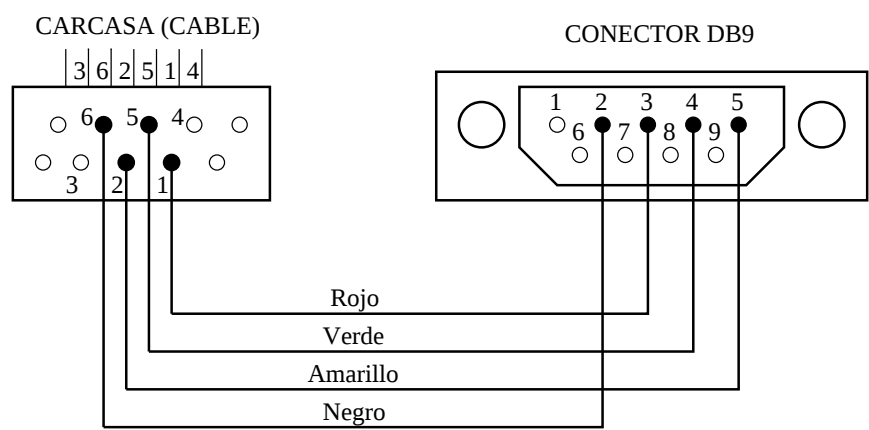

Figura B.10: Unión cable - PC.
El cable utilizado es de 4 hilos, por ellos viajarán las señales: TX, RX, GND y DTR. La señal DTR es la utilizada para realizar el reset software de la tarjeta CT6811. El conector DB9-TLF tiene por un lado un conector hembra DB9 y por el otro una hembra de teléfono de 4 vías. Estos conectores se venden desmontados y en su interior hay cuatro cables que tendrán que introducirse en los pines correcto de la salida DB9 del mismo. Generalmente los colores son los indicados en la figura B.10. Pero lo que realmente interesa es realizar las conexiones internas correctamente. Si al desmontar el conector los colores son iguales se puede realizar la asignación tal y cómo indica la figura. Por ejemplo el cable rojo se insertará en el pin 5 del conector DB9. Si los colores no son iguales se tiene que revisar la asignación pin a pin. Por ejemplo, un cable azul que sale del pin 6 de la carcasa (conector teléfono) se tiene que unir con el PIN 2 del conector DB9 (PC).